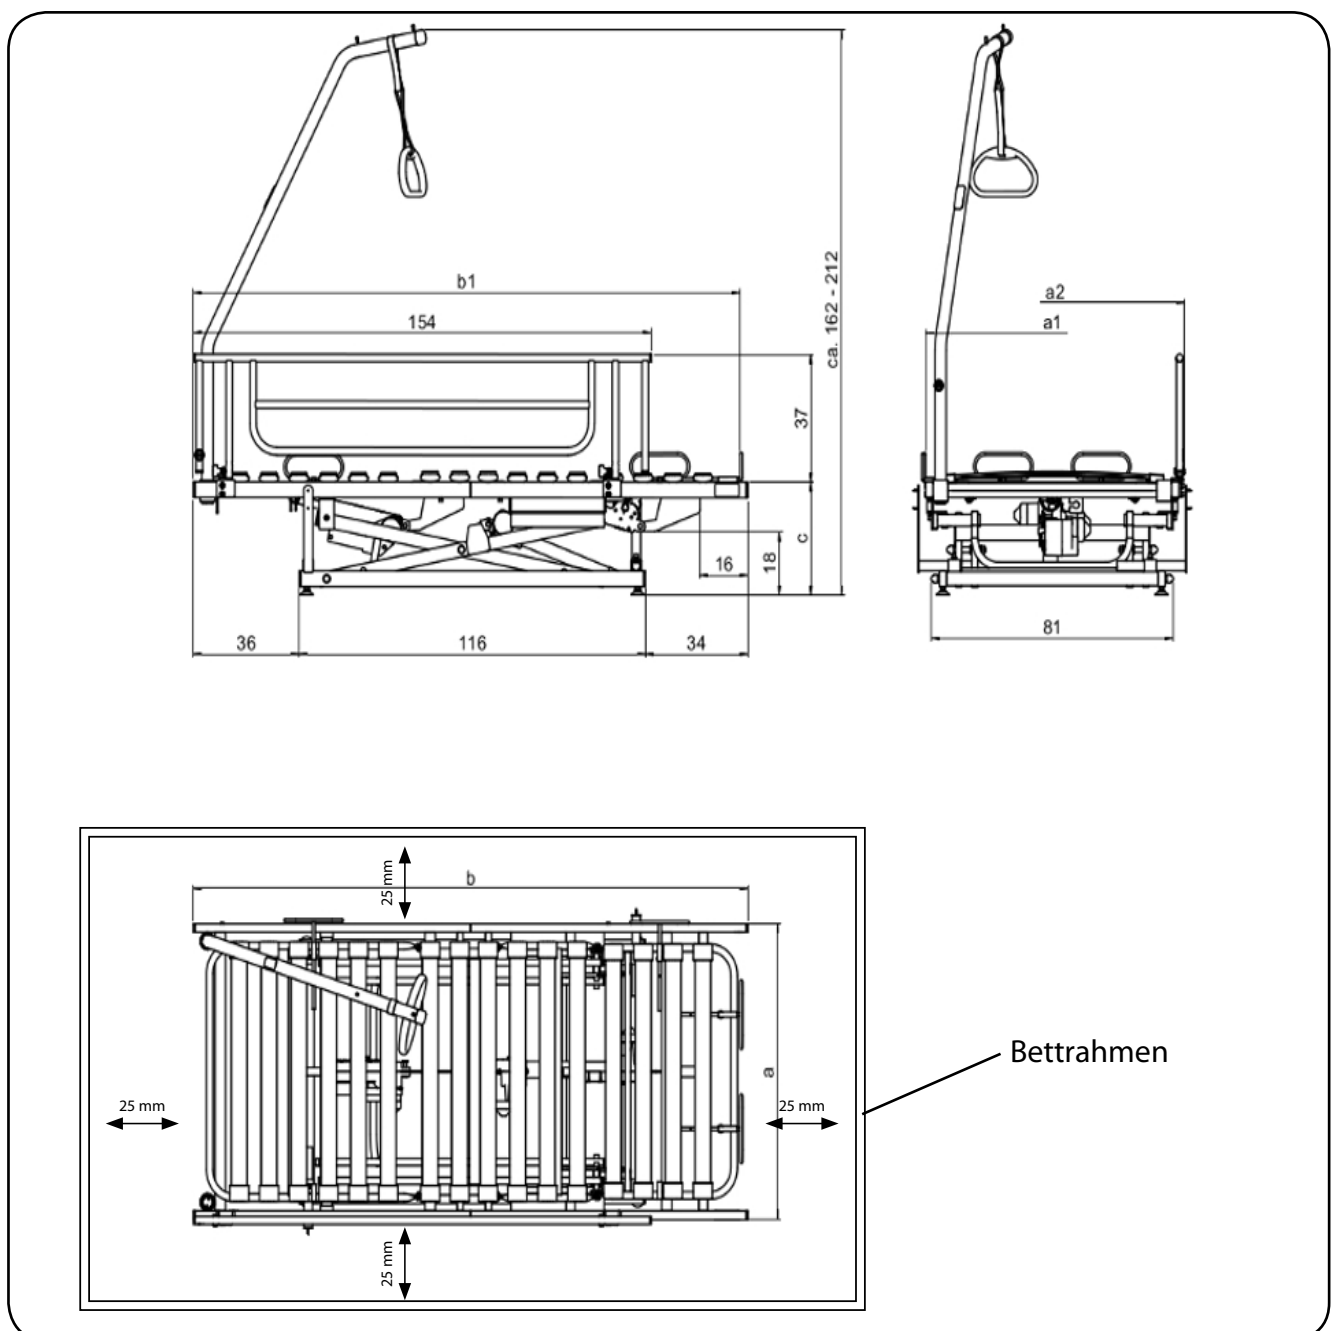

Abb. 6.1.01 - Maßskizze zur Montage in einen vorhandenen Bettkasten (in cm)
Überprüfen Sie vor der Montage anhand der Maßskizze (Abbildung 6.1.01), dass das Produkt in Ihren Betrahmen passt. Beachten Sie den geforderten umlaufenden Sicherheitsabstand von 25 mm!
1. Prüfen Sie die richtige Position des Hebepflegerahmens im Bettrahmen anhand der Maßskizze (Abbildung 6.1.01/6.1.02).